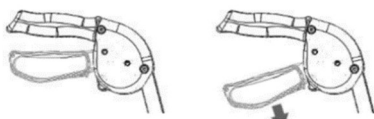

Fig. 5 (ontgrendelde toestand) Fig. 6 (vergrendelde toestand)
- Trek de remgrepen omhoog tot ze loskomen, zoals aangegeven in Fig. 5.